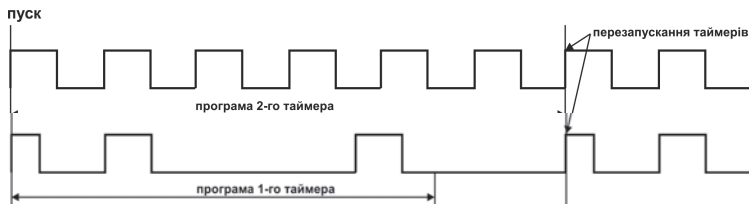

Рисунок 3.17
3.1.6.4 При « $rEst$ »=3 обидва таймери перезапускаються після закінчення виконання програми таймера 2 (рисунок 3.17).